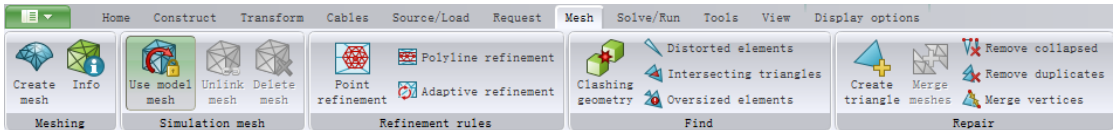

图 3-24 “Mesh” 菜单中的各按钮
8) “Mesh” 菜单中的按钮如图 3-24 所示，具体说明见表 3-7。